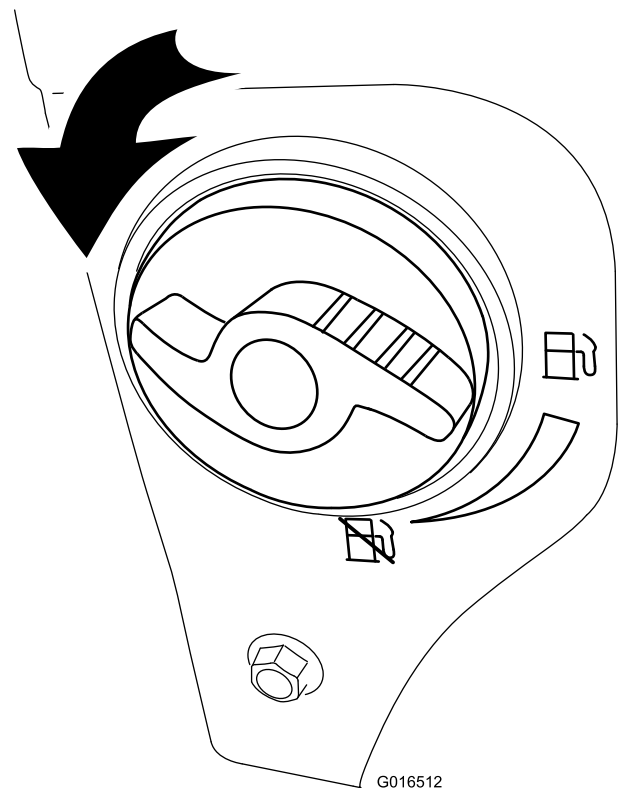

Figura 20
2. Girate la valvola d'intercettazione del carburante di 1/4 di giro in senso antiorario per aprirla (Figura 20).